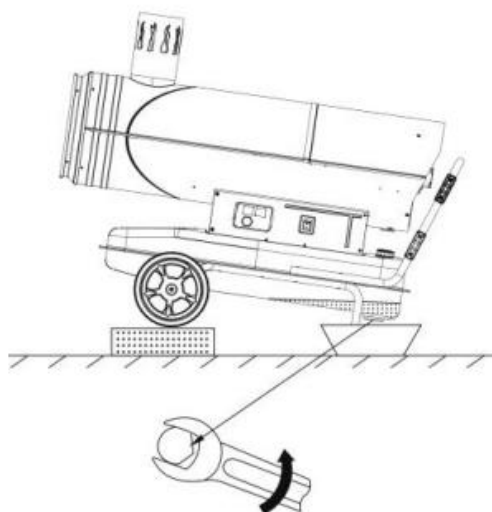

Рис.8 – Опорожнение топливного бака
- Каждые 6 месяцев: очищать топливный бак (Рис.8).